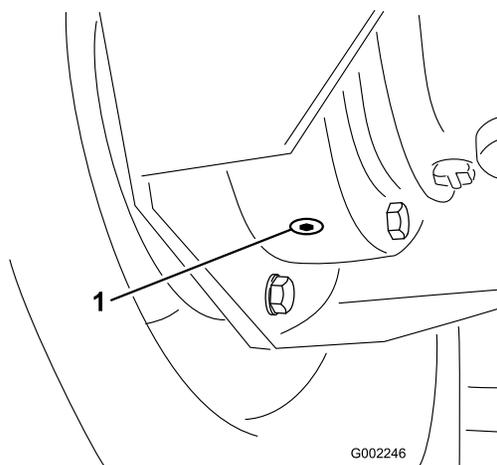

**Figura 49**
1. Coloque el fumigador sobre una superficie nivelada con las ruedas traseras posicionadas para el drenaje, según se muestra en Figura 49.
3. Coloque un recipiente debajo de los tapones de vaciado y retire éstos de la rueda (Figura 49).